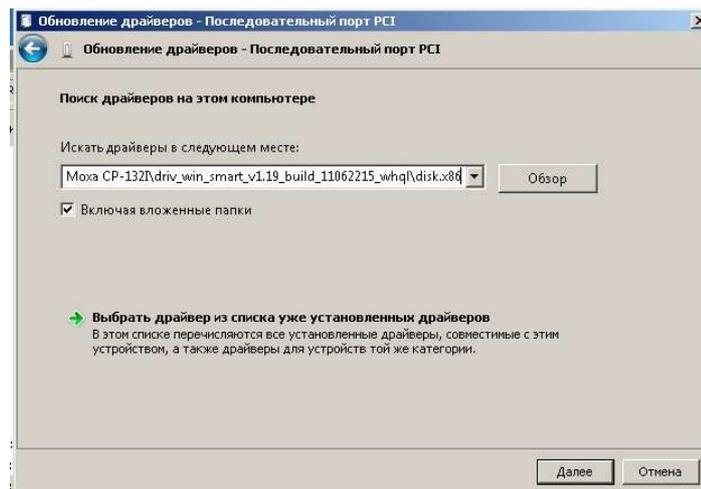

Рис. 8.20
- в окне «Обновление драйверов. Последовательный порт PCI» нажмите на кнопку «Далее» (Рис. 8.20);